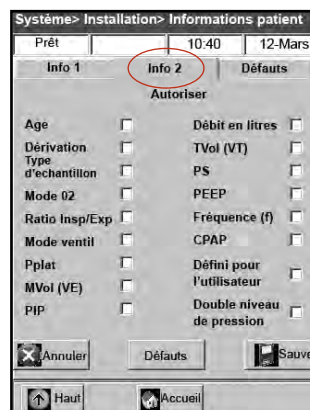

Figure H-8 : Écran “Système> Configuration> Information patient> Info 2”
- Sélectionnez **“Info 2”** puis chacune des options souhaitées (Figure H-8) :